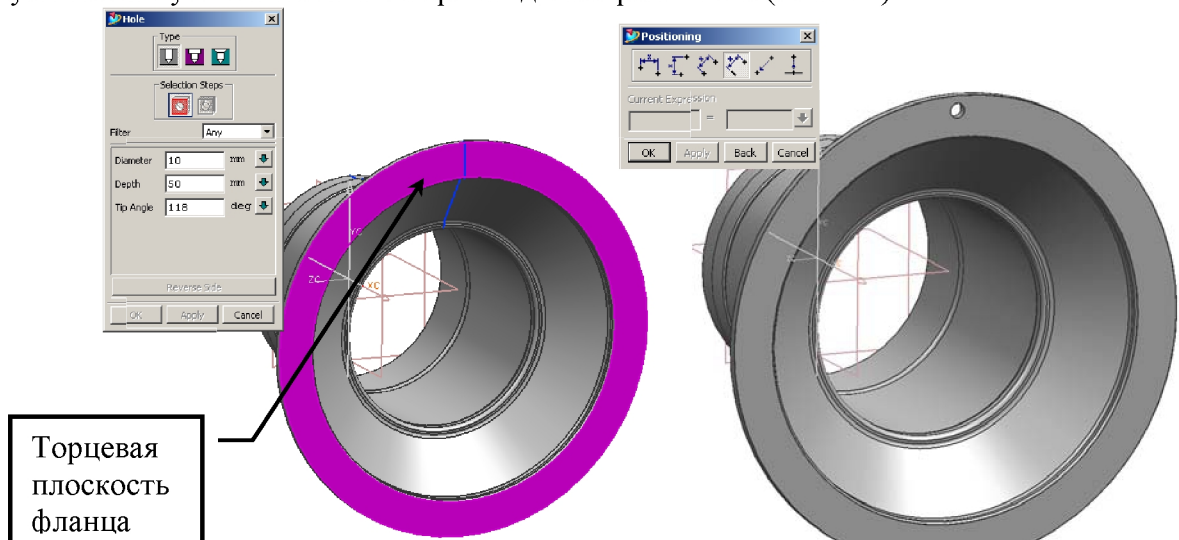

Рис. 117. Создание отверстия во фланце
7. Создайте 18 отверстий диаметром 10 мм во фланце переднего носка: **Insert** → **Design Feature** → **Hole...** Укажите торцевую плоскость фланца, на которой будет создано отверстие, задайте диаметр 10 мм и нажмите кнопку **OK**. В появившемся меню **Positioning** воспользуйтесь опцией **Perpendicular** для позиционирования отверстия в базовой плоскости: задайте размер от горизонтальной базовой плоскости/оси детали (**Datum Plane**) до центра отверстия 147 мм (что соответствует диаметру 294 мм центров отверстий) и 0 мм от вертикальной плоскости до центра отверстия, нажмите **OK**. В результате получим сквозное отверстие диаметром 10 мм (Рис.117).